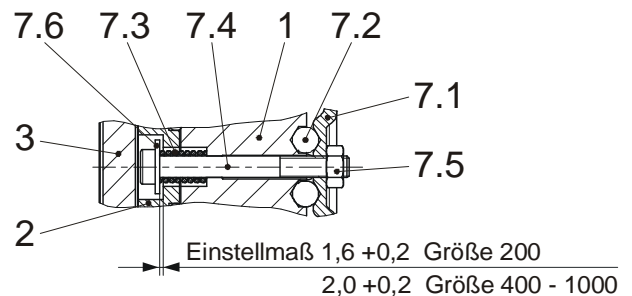

Bild 9
Durch das Abheben der Handlüfthebel (7.1) von den Stahlkugeln (7.2) werden die beiden Zylinderschrauben (7.4) inkl. Scheiben (7.6) zusammen mit der Ankerscheibe (2) gegen den Spulenträger (1) gezogen (Bild 9).